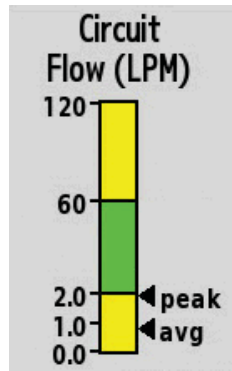

Figure 1 Graphique du débit dans le circuit, écran de réglages — administration en cours
- Si la dose réglée est inférieure à 5 ppm et que la pression du servorégulateur est de 2,0 psig ou moins, cela donnera des débits hors des spécifications du module d'injection et causera des fluctuations de la valeur du NO (voir la Figure 1).